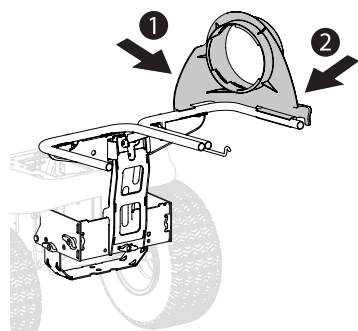

Figure 11
1. Enclenchez la partie latérale du support supérieur pour goulotte (731-17091) sur le support des sacs (1) comme indiqué dans la Figure 11.
2. Enclenchez la partie avant du support supérieur pour goulotte sur le support des sacs (2), comme indiqué dans la Figure 11.